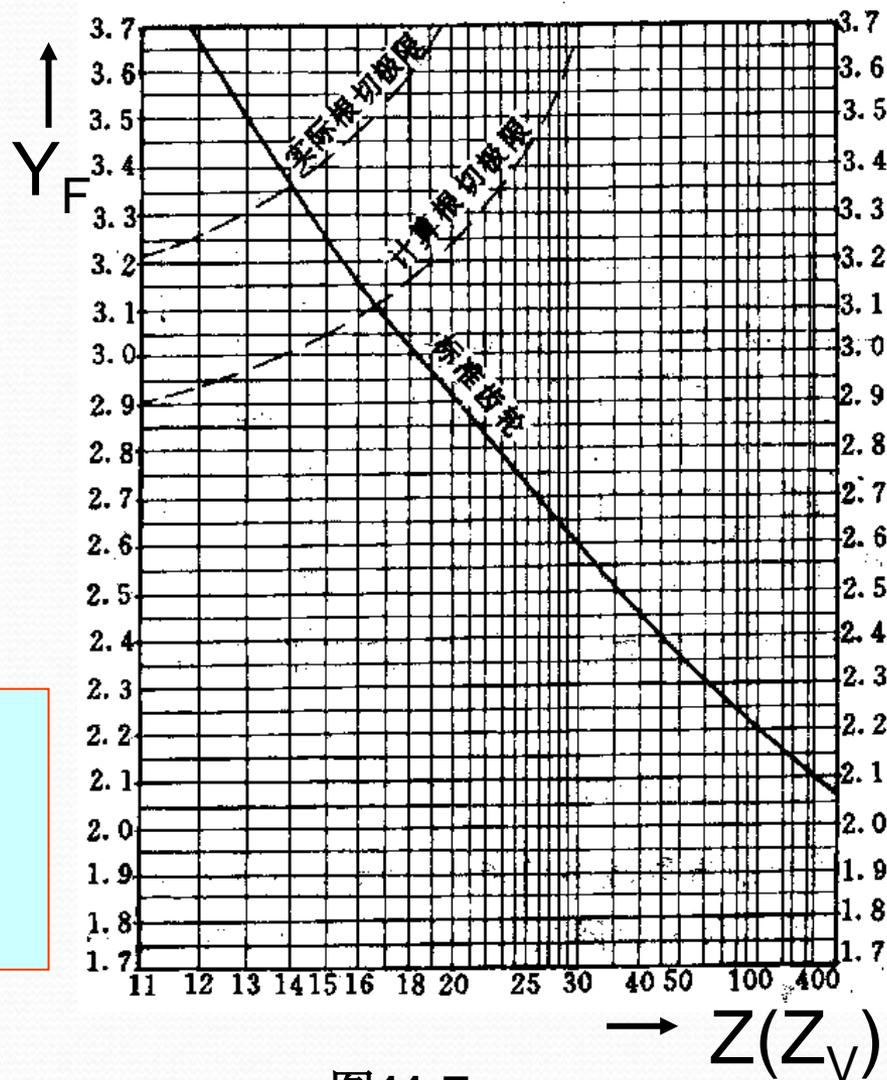

图11-7
$Y_F$  —— 齿形系数 查图11-7;
(1) 查齿形系数 $Y_F$  (图11-7 P.189):  $Y_{F1}=2.57$ ,  $Y_{F2}=2.18$
(2) 验算弯曲应力